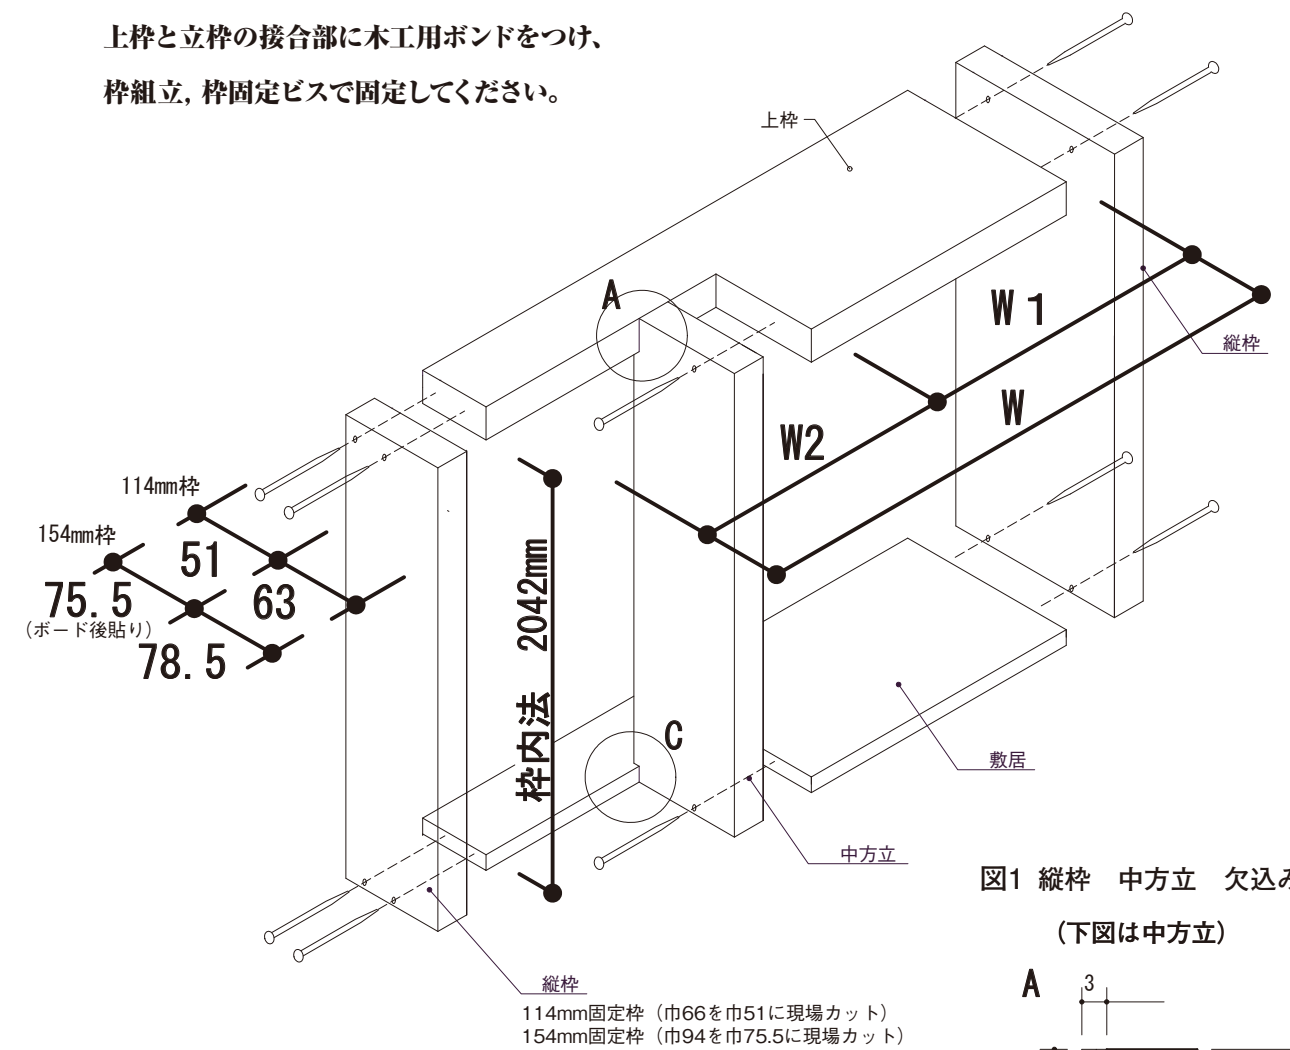

図1 縦枠 中方立 欠込み寸法
① 中方立て欠込みをします。(図1)
② 上枠に欠き込みをします。